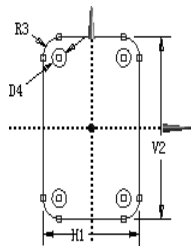

图 3.9.3 草图 1
(1) 绘制图 3.9.3 所示的草图 1。在“草图绘制”工具条中的 **XYPlane** 下拉列表中选择 **XYPlane** 平面为草图平面，单击“New Sketch”按钮 ，绘制图 3.9.3 所示的截面草图，其中 $H1=60$ ， $V2=90$ ， $R3=10$ ， $D4=9$ 。